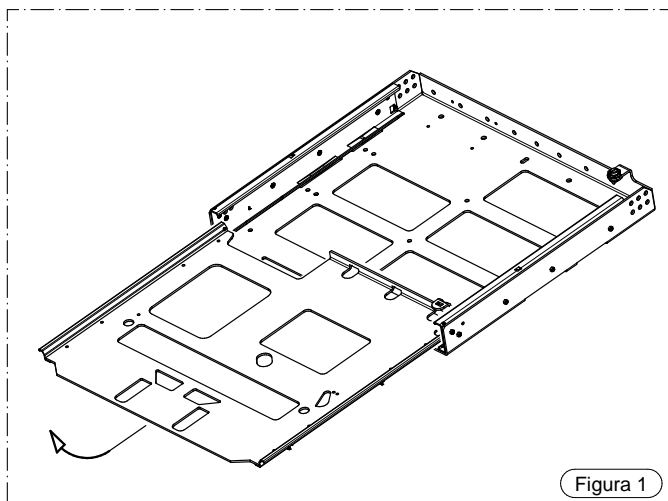

Figura 1
- 1) Togliere la base mobile dalla base fissa agendo come indicato nella Figura 1.
- 1) Procedere a montare il Piedistallo regolabile come indicato nella Figura 1 utilizzando le viterie fornite. Qualora venisse installato il " Kit rapido fisso " non deve essere utilizzato lo scivolo identificato nella Figura 1 come G, H, I, E.